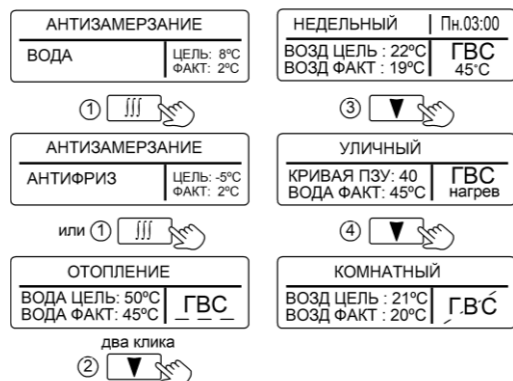
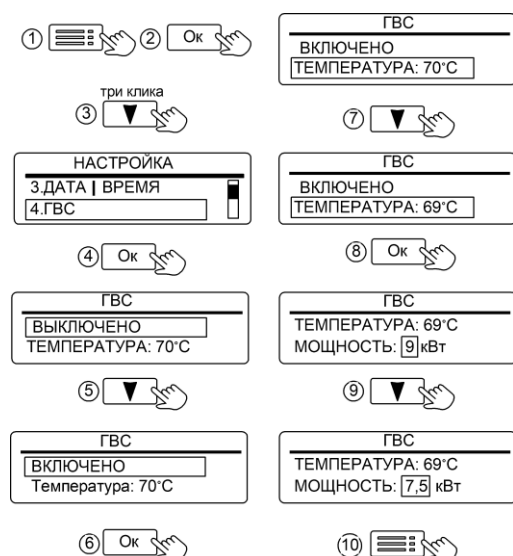

Рисунок 5. Режимы работы прибора
Рисунок 12. Настройка режима «ГВС»
2 - Отображение состояния режима «ГВС» (см. рис. 5):
Вид отображения режимов работы на дисплее приведён на рис.5.
Активация режима «ГВС» и настройка температуры горячей воды показана на рис. 12. Начальная заводская настройка температуры горячей воды - 70°C. При активированном режиме отображается как «ГВС» (см. рис. 5), при выключенном режиме, неисправном или отключённом датчике отображается как ~~ГВС~~. В подменю «ГВС» предусмотрена настройка ограничения мощности ТЭН. Данную настройку рекомендуется применять при повторяющейся неисправности «АВАРИЯ ПЕРЕГРЕВ КОТЛА» возникающей во время нагрева воды в бойлере косвенного нагрева.
В любой воде существует возможность развития бактерий легионеллы. Чтобы исключить угрозу отравления водой, получаемой из косвенного водонагревателя, прибор имеет режим «АНТИЛЕГИОНЕЛЛА». Режим автоматически активируется при подключении NTC-датчика температуры к плате контроллера и включения режима «ГВС» (см. рис. 12).
11.1.4 «4.ГВС» - установка состояния режима «ВКЛЮЧЕНО / ВЫКЛЮЧЕНО». Индикация «ВКЛЮЧЕНО» означает разрешение на работу режима ГВС. Индикация «ВЫКЛЮЧЕНО» запрещает работу режима «ГВС» (см. рис. 12).